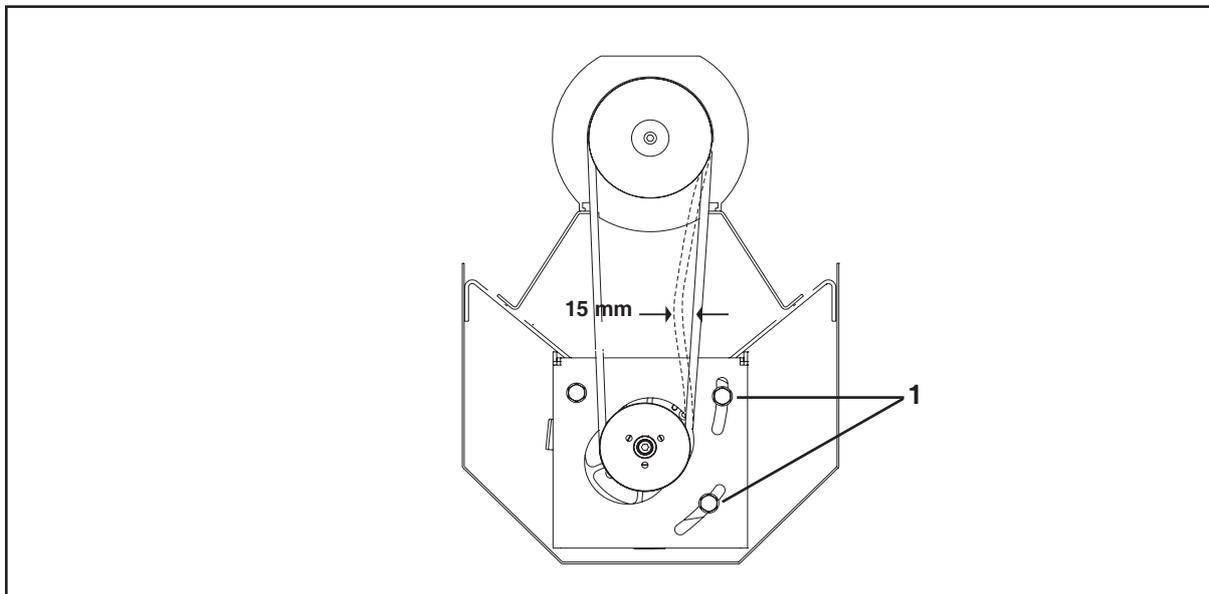

Abb. 7 Keilriemenspannung
- Nehmen Sie hierzu das hintere Schutzgitter ab und prüfen Sie die Keilriemenspannung gemäß Abb. 7.